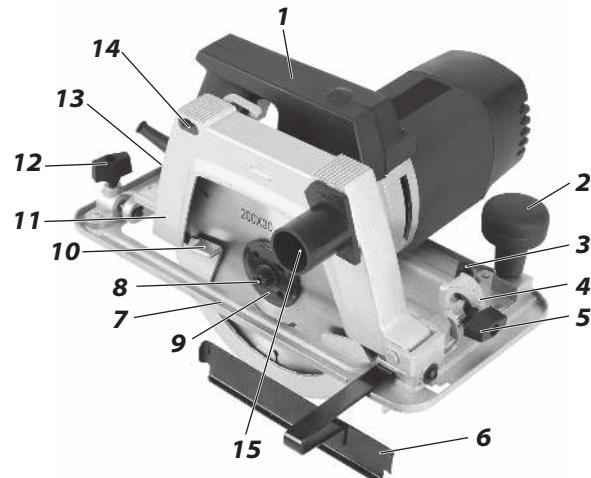

Рис. 1
**ВНЕШНИЙ ВИД ЭЛЕКТРОИНСТРУМЕНТА (Рис. 1,2)**